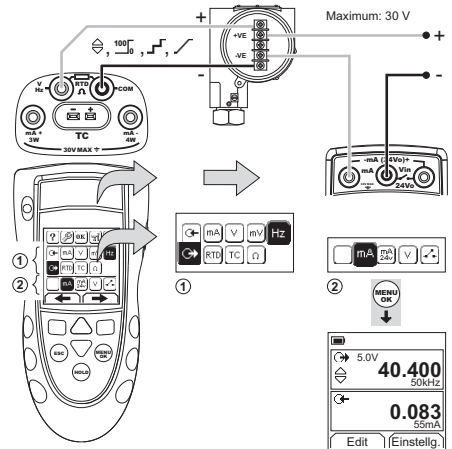
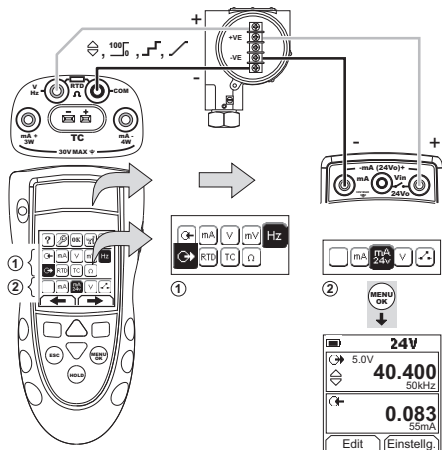

Abbildung 10: Beispielkonfiguration: Transmitterkalibrierung mit externer 2-Leiter-Speisespannung
Abbildung 11: Beispielkonfiguration: Transmitterkalibrierung mit interner 2-Leiter-Speisespannung
1. Schließen Sie das Gerät an (Abbildung 10 & Abbildung 11) und ändern Sie ggf. die Option Konfig. (Tabelle 1).